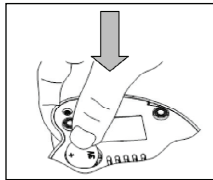

Bild 2
2. Um die stapelposition zu platzieren, so dass der pluspol (+) nach oben zeigt, dann lassen sie die kante der es in die kunststoffhaken und schieben, bis er zurückgehalten Bild 2.